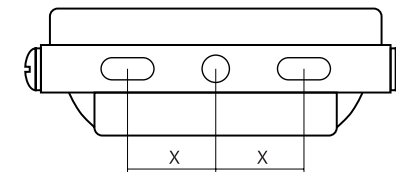

Рисунок 1.
- Прожектор устанавливается на поверхности при помощи кронштейна с тремя отверстиями (см. Рисунок 1).